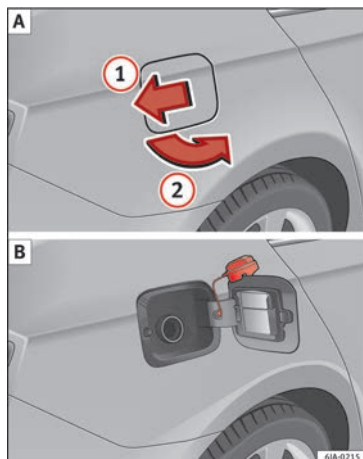

Fig. 203 Parte trasera del vehículo, lado derecho: tapa del depósito/tapa del depósito con el tapón desenroscado.
En un adhesivo pegado en el lado interior de la tapa del depósito se indican el tipo adecuado de combustible para su vehículo, así como el tamaño de neumático y la presión de inflado del mismo » **fig. 203 B**.
- Presione sobre la tapa del depósito en el sentido de la flecha ① » **fig. 203**.
- Abra la tapa en el sentido de la flecha ②.
- Desenrosque hacia la izquierda el tapón de cierre del depósito y colóquelo encima de la tapa del depósito » **fig. 203 B**.
- Una vez desbloqueado el vehículo con el mando del cierre centralizado presione sobre la tapa del depósito en el sentido de la flecha ① » **fig. 203**.